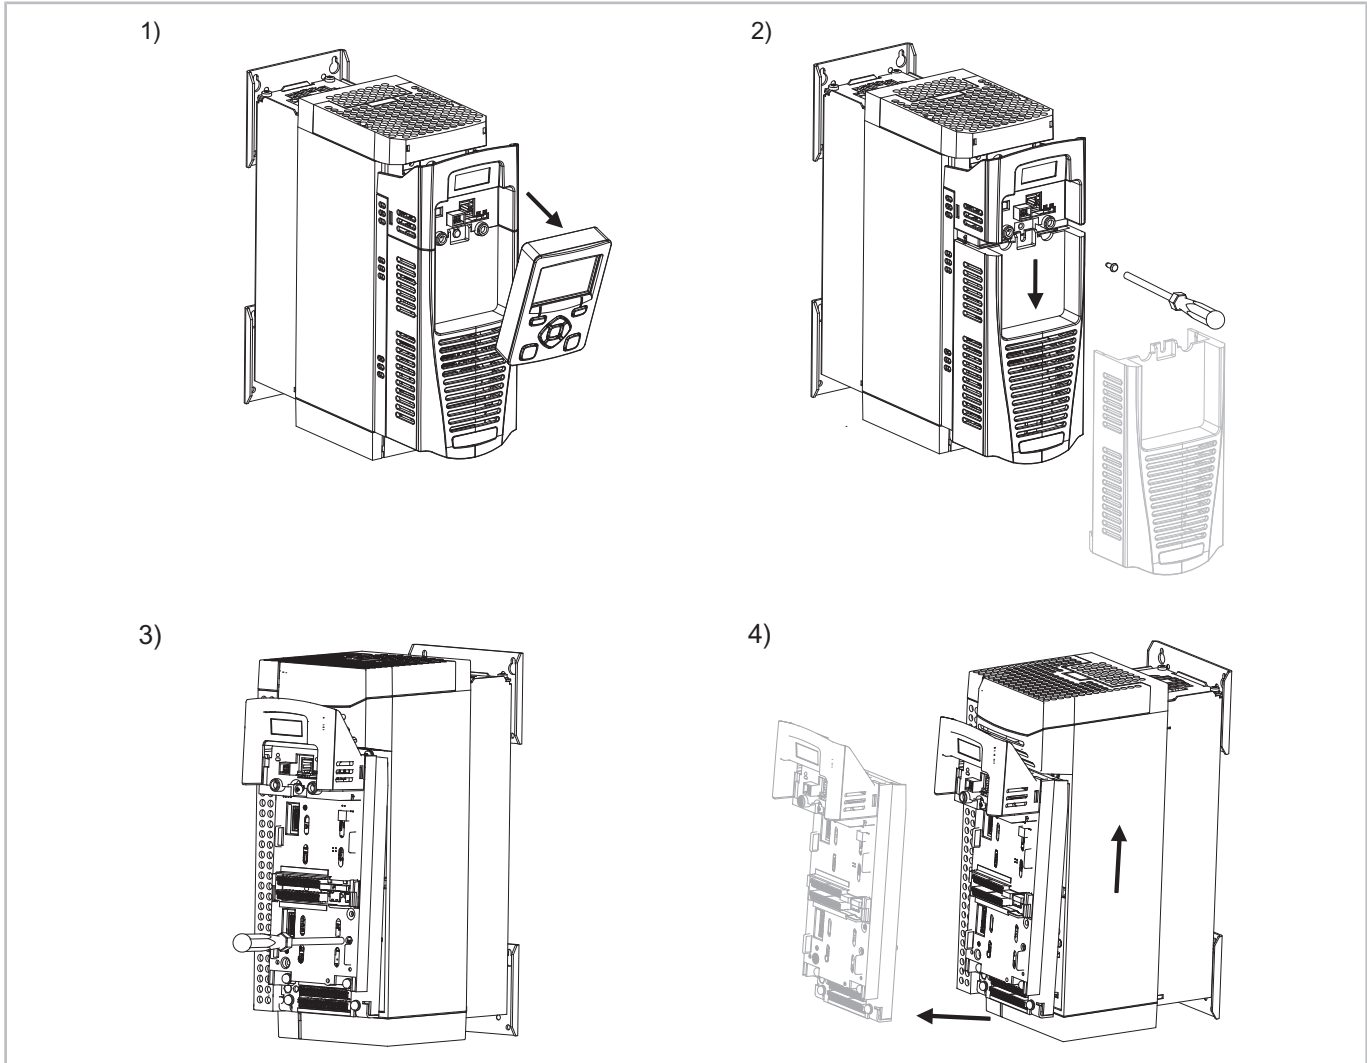
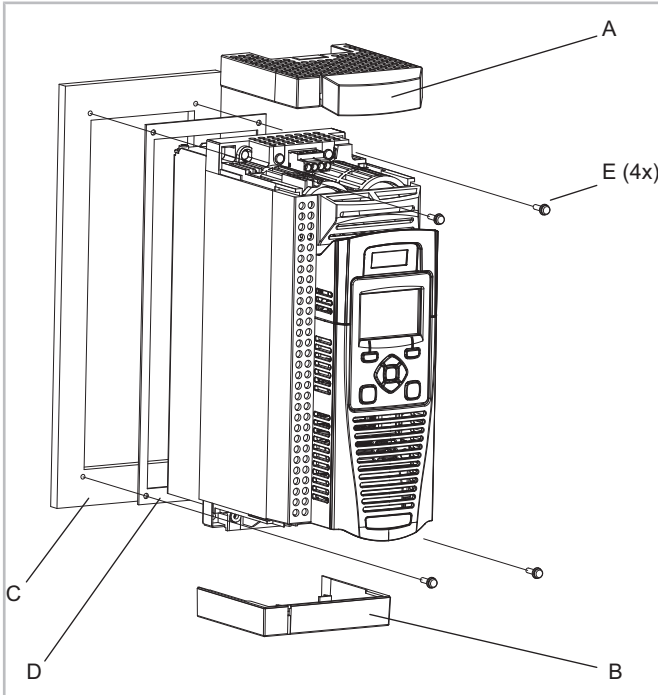

Abb. 7: Steuremodul abmontieren
Abb. 8: Detailansicht Durchsteckmontage (am Beispiel FDU)
Grafische Erklärungen siehe Abbildung 7, Seite 12 und siehe Abbildung 8, Seite 13.
Damit die obere Gehäuseabdeckung nach vorne geschoben und abmontiert werden kann, muss bei diesen Typen das Steuermodul ausgebaut werden (siehe Abbildung 7, Seite 12).
Steuermodul ausbauen (siehe Abbildung 7, Seite 12):
Bei diesen Typen muss das Steuermodul nicht ausgebaut werden um die Gehäuseabdeckung abzunehmen (siehe Abbildung 8, Seite 13).
- Den Schraubenzieher in den Schlitz der unteren Gehäuseabdeckung (B) einstecken und leicht nach links drücken. Verriegelung löst sich.
- Im Beipack: Mitgelieferte Dichtung (D) so um den Frequenzumrichter anbringen, dass der Freiraum zwischen Schaltschrankwand (C) und Frequenzumrichter luftdicht versiegelt wird.
- Den VARIPACK Frequenzumrichter mit den 4 Befestigungsschrauben (E) an die Schaltschrankwand montieren (siehe Abbildung 8, Seite 13).